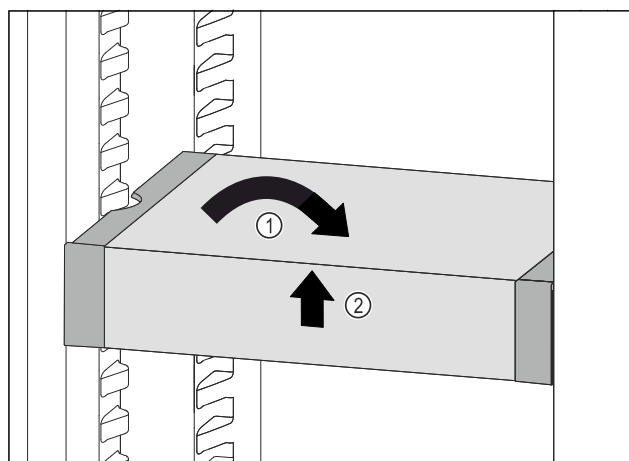

Fig. 115
- ▶ Ställ VarioSafe rakt. Fig. 115 (1)
- ▶ Lyft VarioSafe framåt. Fig. 115 (2)